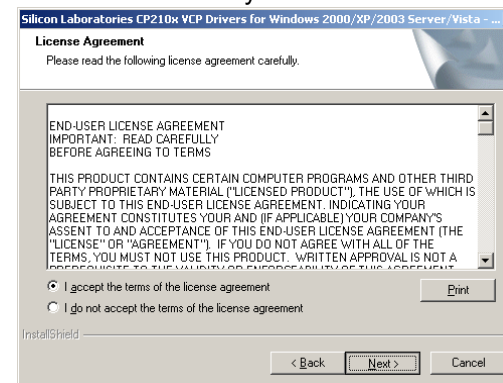

Рисунок 6.10
- на экране появится окно (рисунок 6.10). Сделать установку, как показано на рисунке, и щелкнуть по кнопке **Next**;